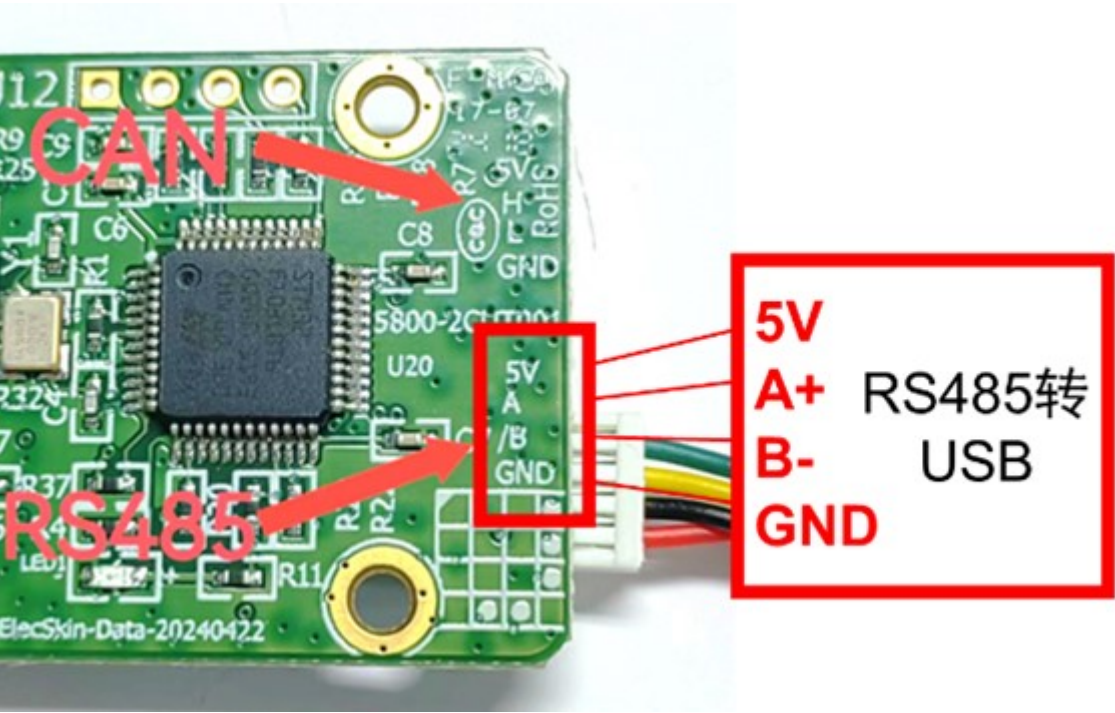

图2. 数据采集卡与RS485转USB转接头的连接使用Pin对Pin的连接方式 2.将RS485转USB的USB端接口插入电脑，打开电脑设备管理器（Win10：设置→系统→关于→设备管理器），找到对应的串口号（如本机串口号为：COM7）。
1.连接数据采集卡与RS485转USB转接头，如图2所示，即接入采集卡上标有5V、A、B、GND的接口，与RS485转USB转接头对应的5V、A+、B-、GND的接口依次连接。